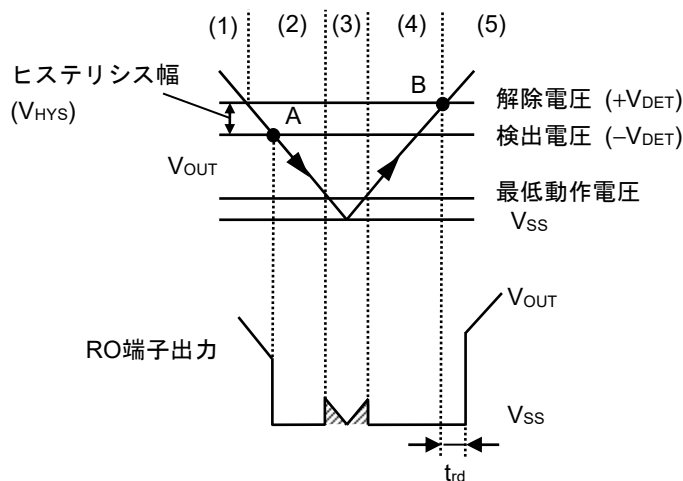

図23 ディテクタ部のタイミングチャート
- (1) レギュレータの出力電圧 (V_{OUT}) がディテクタの解除電圧 ($+V_{DET}$) 以上で、Nchトランジスタ (N1, N2) はオフになり、RO端子に "H" が出力されます。このときPchトランジスタ (P1) はオン状態で、コンパレータ (C1) への入力電圧は $\frac{R_B \cdot V_{OUT}}{R_A + R_B}$ になります。
- (2) V_{OUT} が低下し $+V_{DET}$ 以下になっても、検出電圧 ($-V_{DET}$) 以上であればRO端子に "H" が出力されます。 V_{OUT} が $-V_{DET}$ (図23のA点) 以下になるとC1によって制御されるN1はオンになり、 C_{DLY} が放電されます。同時に、遅延回路によって制御されるN2はオンになり、RO端子に "L" が出力されます。このときP1はオフになり、C1への入力電圧は $\frac{R_B \cdot V_{OUT}}{R_A + R_B + R_C}$ になります。
- (3) V_{OUT} がさらに低下し、ICの最低動作電圧以下になると、RO端子出力は不定になります。RO端子がプルアップされる場合、"H" が出力されます。
- (4) V_{OUT} が最低動作電圧以上に上昇するとRO端子に "L" が出力されます。また、 V_{OUT} が $-V_{DET}$ を越えても $+V_{DET}$ 未満の場合には出力は "L" になります。
- (5) さらに V_{OUT} を上昇させ $+V_{DET}$ (図23のB点) 以上になるとN1はオフになり、 C_{DLY} が充電されます。 V_{DLY} がしきい値電圧 (1.25 V typ.) になると、遅延回路によって制御されるN2はオフになり、RO端子に "H" が出力されます。